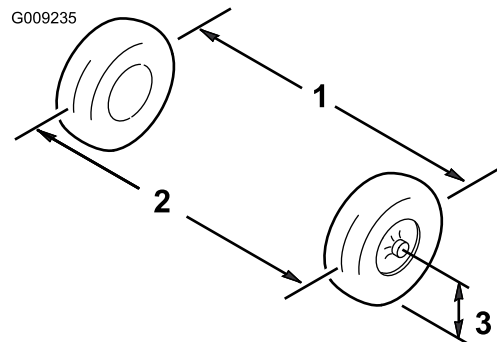

Figura 12
1. Meça a distância entre os pneus dianteiros à altura do eixo na zona dianteira e traseira dos pneus dianteiros (Figura 12).